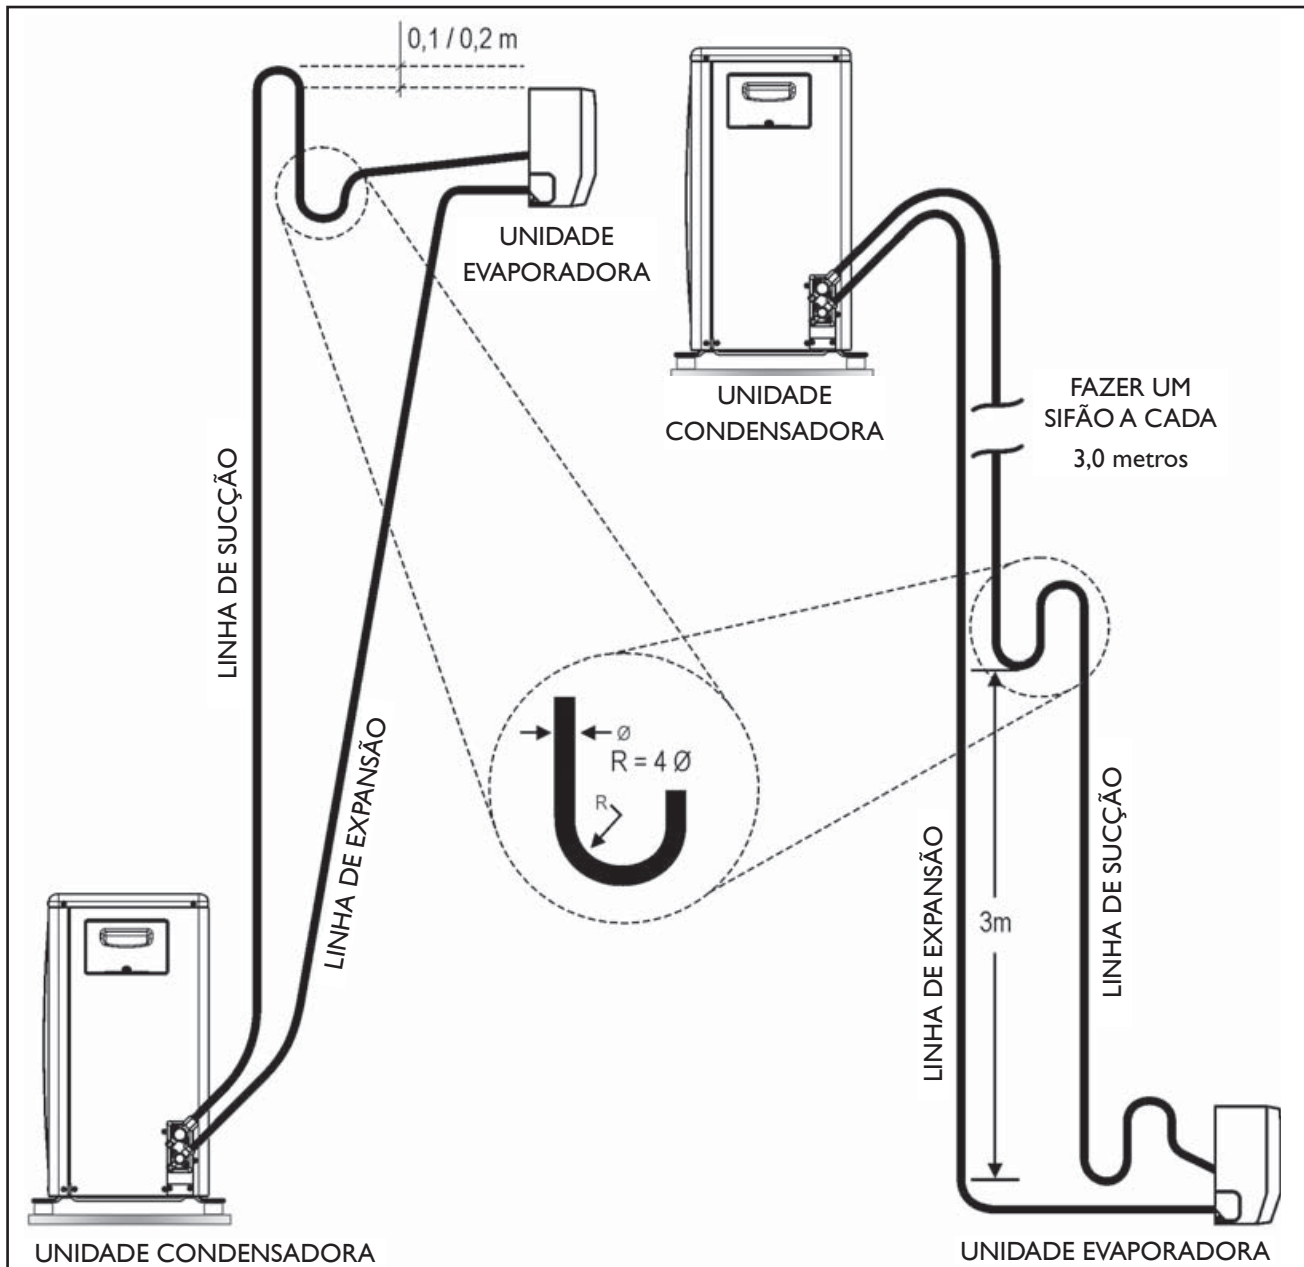

FIGURA 15 - SIFÃO NA LINHA DE SUÇÃO
- 4° Inclinare as linhas horizontais de sucção no sentido do fluxo. (Figura 15)
- No caso de haver desnível entre 4 e 5 metros entre as unidades e estando a evaporadora em nível inferior, deve ser instalado na tubulação de sucção um sifão para cada 2,5 ou 3 metros de desnível (ver figura 15).
Convém também informar que deverá haver uma pequena inclinação na tubulação de sucção no sentido evaporadora-condensadora (ver Figura 15).